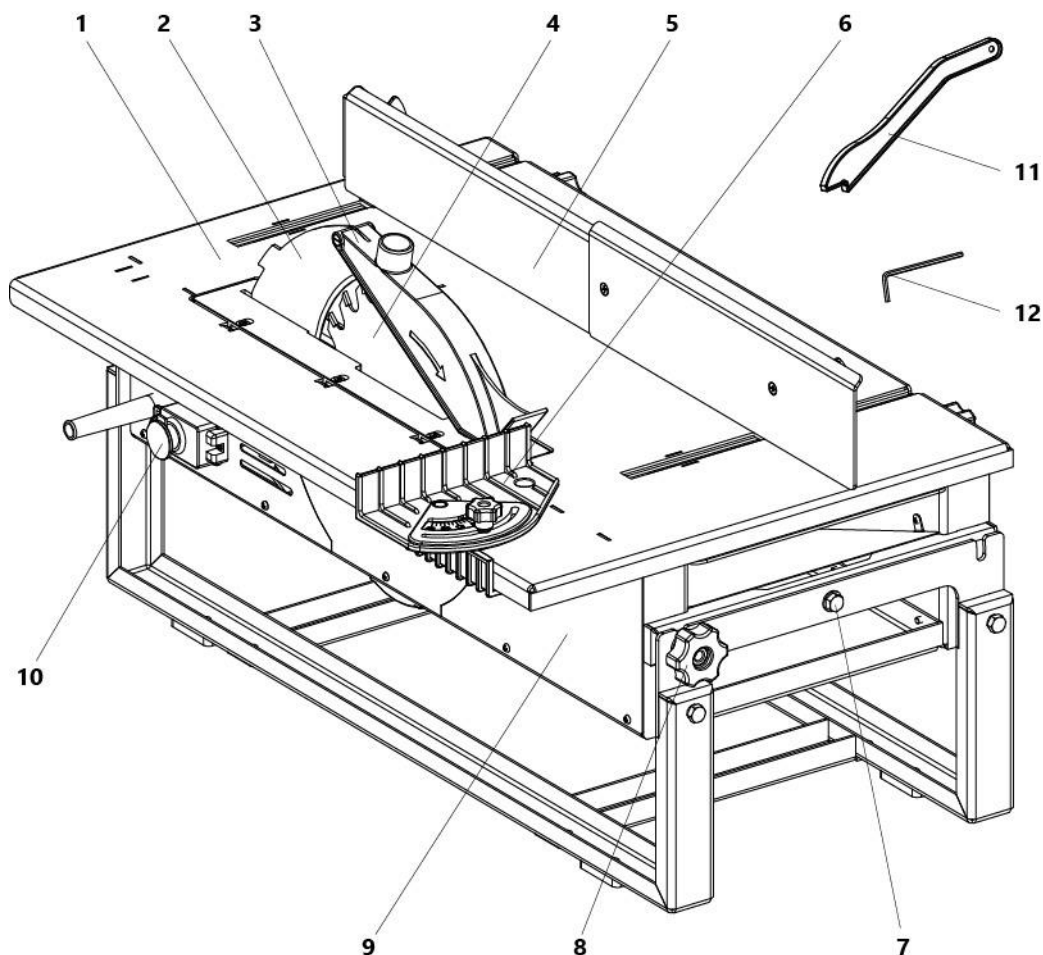

Рисунок 1. Общий вид станка в режиме пиления
**Ручки 8 (рис. 1) должны быть затянуты, для надёжной фиксации корпуса станка.**